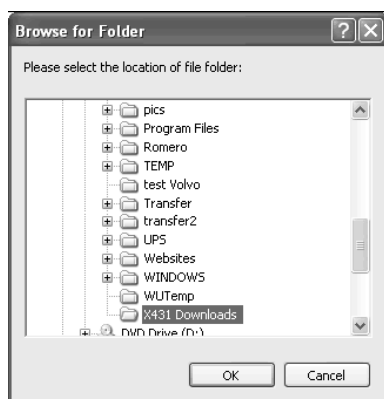

Abb. 3-25
a. Wählen Sie den richtigen Ordner und auf OK klicken (siehe Abb. 3-25) (C: -> X431MASTER Downloads).